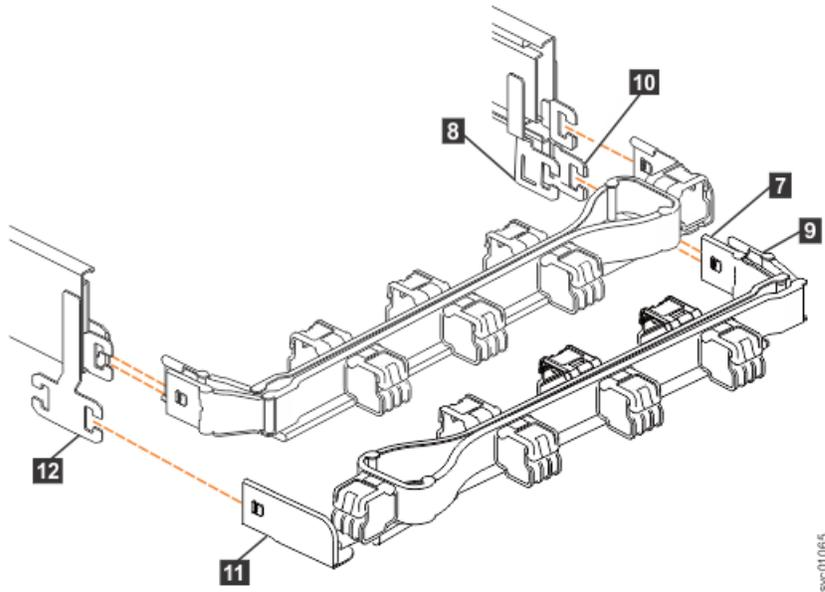

図 46. CMA アセンブリーのコンポーネントの位置の比較
注：下部 CMA アセンブリーを取り付ける手順は、上部 CMA アセンブリーを取り付ける手順と同じです。ただし、コネクタの位置が逆になります。比較のために、サポート・レールとの位置合わせをしたときの上部と下部の CMA アセンブリーを 62 ページの図 46 に示します。上部 CMA のサポート・レール・コネクタは、右側のレールに取り付けます。下部 CMA のサポート・レール・コネクタ **11** は、左側のレールに取り付けます。
5. 62 ページの図 46 に示すように、下部 CMA アセンブリーの内部コネクタ **(7)** を、右側のサポート・レールの内部メンバー **(8)** に取り付けます。
6. 62 ページの図 46 に示すように、下部 CMA アセンブリーの内部コネクタ **(9)** を、右側のサポート・レールの外部メンバー **(10)** に取り付けます。
7. 62 ページの図 46 に示すように、下部 CMA アセンブリーのサポート・レール・コネクタ **(11)** を左側のサポート・レールのコネクタ **(12)** に取り付けます。